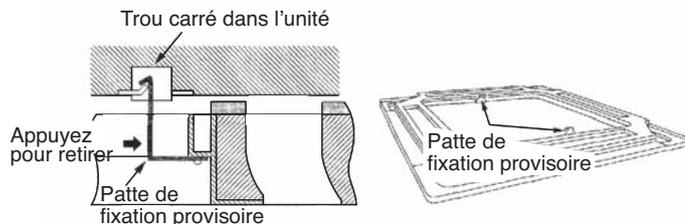
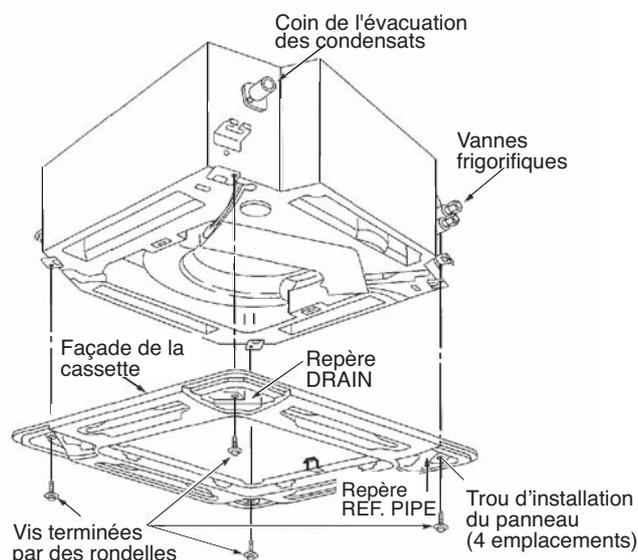
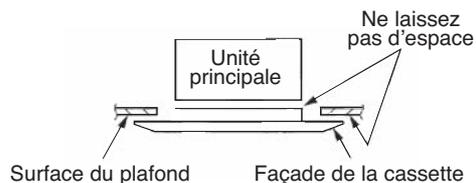

Fig. 9-7
Fig. 9-8
Fig. 9-9
- (1) Insérez les attaches provisoires (en acier inoxydable) à l'intérieur de la façade de la cassette, dans les orifices carrés de l'unité, pour fixer temporairement la façade. (Fig. 9-7)
- Pour retirer la façade de la cassette, soutenez-la tout en enfonçant les attaches provisoires vers l'extérieur. (Fig. 9-7)
- (2) Alignez les orifices d'installation de la façade sur ceux des vis de l'unité.
- (3) Serrez les vis fournies aux 4 emplacements d'installation de la façade de façon à fixer celle-ci fermement à l'unité. (Fig. 9-8)
- (4) Assurez-vous que la façade est fixée fermement au plafond.
- A ce stade, assurez-vous qu'il n'y a pas d'espace entre l'unité et la façade de la cassette ou entre la façade et la surface du plafond. (Fig. 9-9)